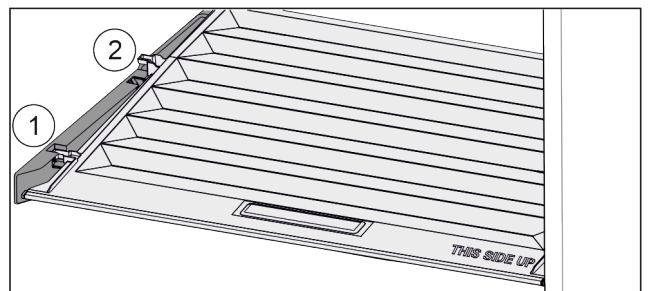

Fig. 38
- ▶ Trageți capacul în față Fig. 38 (1) până la orificiul din piesele suportului.
- ▶ Ridicați în spate de jos și scoateți Fig. 38 (2) în sus.